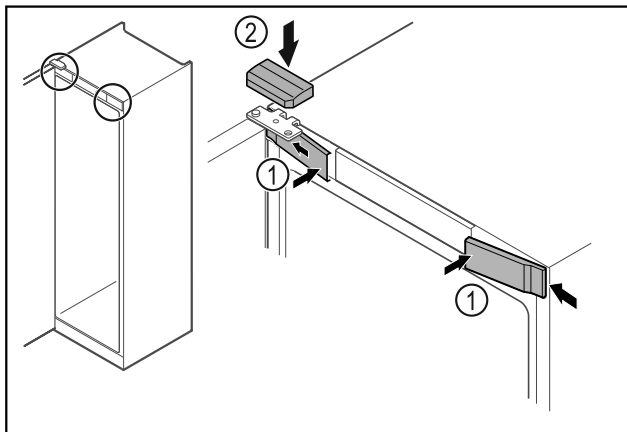

Fig. 63
- Įkabinkite priekines dengiamąsias plokšteles Fig. 63 (1) šone ir užfiksuokite.
- Užfiksuokite viršutinę dengiamąją plokštelę Fig. 63 (2) iš viršaus.